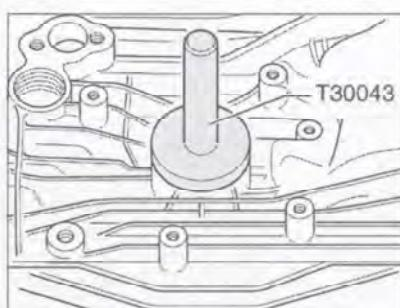

Рис. 7.124. С помощью приспособления T30043 установите новый сальник правого вала на глубину 5.5 мм в корпус коробки передач.
10. С помощью приспособления T30043 установите новый сальник правого вала на глубину 5.5 мм в корпус коробки передач (рис. 7.124).